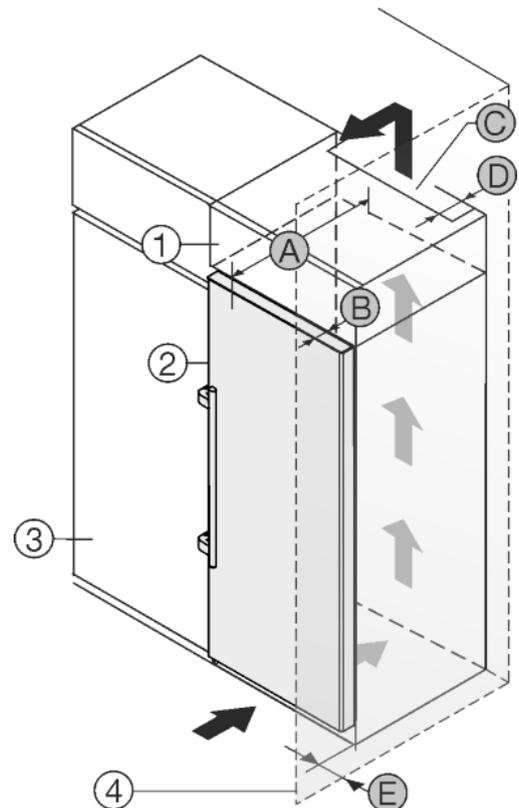

Fig. 23
Устройство может быть окружено кухонными шкафами. Чтобы уравнивать устройство *Fig. 23 (2)* по высоте с кухонной стенкой, можно установить над устройством дополнительный шкафчик *Fig. 23 (1)*.
Установить устройство можно непосредственно рядом с кухонным шкафом *Fig. 23 (3)*. Чтобы можно было полностью открыть двери, устройство должно выступать на глубину *Fig. 23 (B)* относительно передней стенки кухонного шкафа. В зависимости от глубины кухонных шкафов и использования пристенных распорок устройство может выступать и больше.
- На задней стенке дополнительного шкафчика должен быть вентиляционный канал с глубиной *Fig. 23 (D)* по всей ширине этого шкафа.
- Нужно соблюдать вентиляционное отверстие *Fig. 23 (C)* под нижней панелью.
Если устройство установлено на шарнирах у стены *Fig. 23 (4)*, то нужно соблюдать расстояние *Fig. 23 (E)* между устройством и стеной. Настолько выступает ручка при открытой дверце.